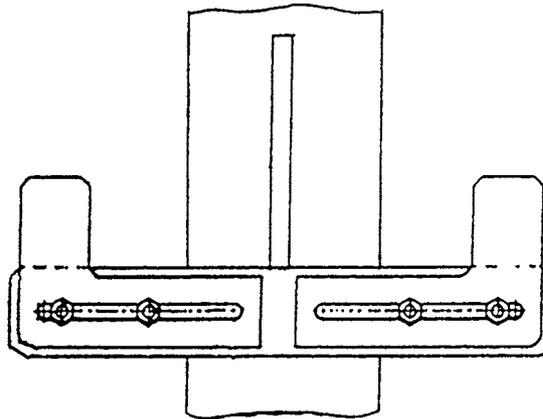

Fig. 6
- Montare le due alette regolabili (Fig. 1 pos. 5) sul supporto per il D.C.R. (Fig. 1 pos. 4), con gli appositi bulloni e rondelle stabilendo la loro posizione in funzione del D.C.R. impiegato (Fig. 6).
- Montare le due alette regolabili (Fig. 3 pos. 5) sul supporto per il D.C.R. (Fig. 3 pos. 4), con gli appositi bulloni e rondelle stabilendo la loro posizione in funzione del D.C.R. impiegato (Fig. 6).